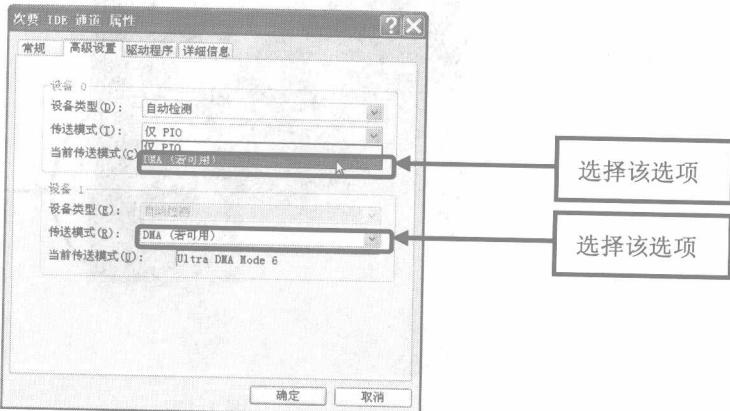

图 1-14
⑭随即弹出如图 1-14 所示的【次要 IDE 通道属性】对话框，在此对话框中发现硬盘工作在